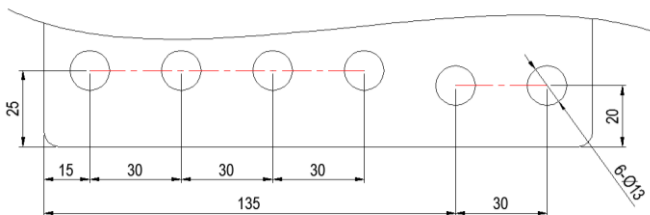

图 3-9 DC 接线铜排孔径尺寸图(mm)
- (2) 针对不同路数的直流输入，推荐每个输入铜排接三到六根电缆，直流接线铜排尺寸如图3-9所示，电缆线径大小建议如下表3-4所示。